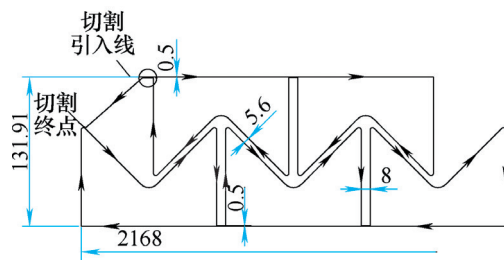

图2 组合排料
(2) 将若干个零件绘制成一个图形从操作上不难实现，但必须满足一个条件：即一个切割程序走完后，各个零件可以完美地分开。这就要求在图形的细节处理上要恰到好处，否则切割下来的零件粘连在一起，反而增加了后序工作量，自然是不可取的。
(3) 该次使用的钢板规格是10mm×2200mm×6000mm，按照这个尺寸，计算以后绘制成图2所示的组合排版图（图中仅显示局部）。该图是将若干个零件绘制成一条封闭但不相交的曲线，切割线汇合的地方（图2中圆圈区域）设置0.5mm间隙，这样以来割炬在回程二次经过该区域时火焰的高温可以轻松地将每个零件分开。同时，根据该零件的形状特点，将其上下对称交错排列，合理控制好零件的间距（本案例设置为8mm），使排列紧凑，能够提升板材的利用率。
(4) 理论上，可以将任意多个零件组合在一起，但是数控切割机床的割炬喷嘴如果长时间连续高温工作，其使用寿命也会受到较大影响。
综合以上因素，在宽度为2200mm的钢板上，按照图2所示，每组图形设计成上下两排，共计可排列33个零件，最终保存为一个*.dwg或者*.dxf格式的图形文件，导入编程软件后生成一个G代码程序，即仅需要一次预热穿孔即可切割33个零件。
(1) 参照以上方案进行编程时，针对不用的零件需根据零件大小、板材厚度将图形做相应调整，主要是零件的间距和如图2圆圈区域所示切割线汇合处的间距。一般，板厚增加时由于其刚性增加，间距可适当减小，还